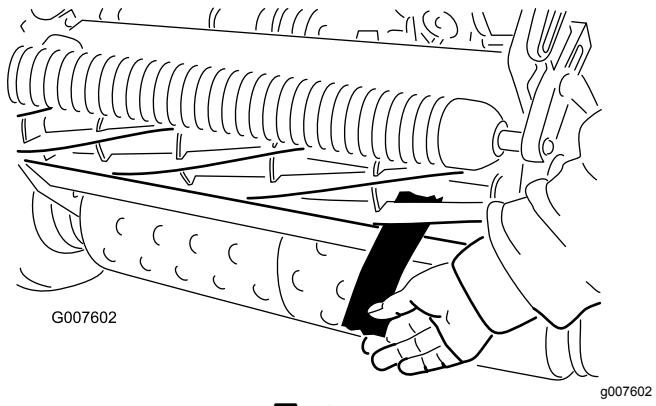

図 48
- 切れ味確認用のペーパーを一枚、リールと下刃との間に、下刃に対して直角になるように差し入れて、カッティングユニットの切れ味をテストする図48。ゆっくりとリールを回転させることで紙が切れれば合格である。